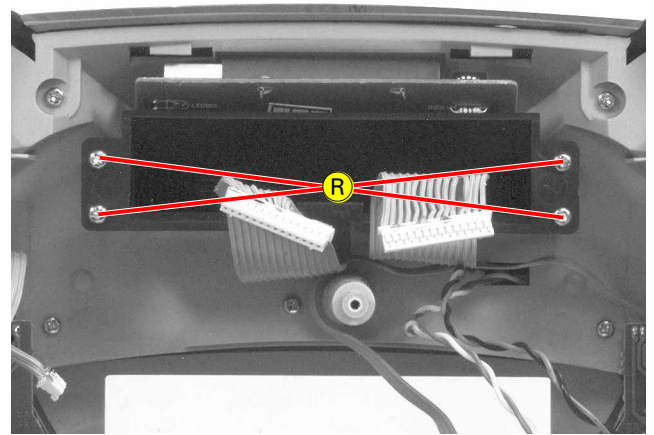

Fig. 15
- 4 Schrauben ⓑ (Fig. 15) herausdrehen.
- Undo 4 screws ⓑ (Fig. 15).